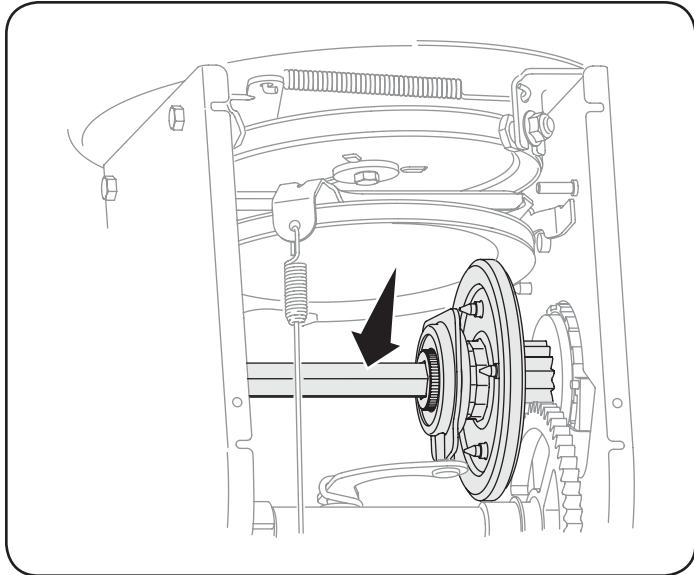

Figure 25
- Appliquez une légère couche d'huile polyvalente toutes saisons sur l'arbre hex. Voir la Figure 25.